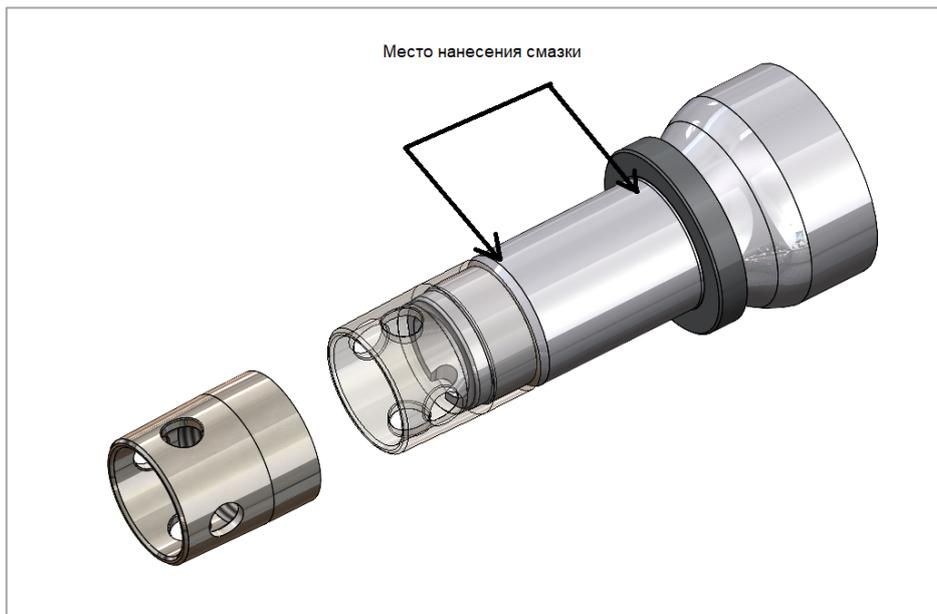

Рис. 8.1. Место нанесения смазки
2) Нанесите тонкий слой антифреттинговой смазки 85% на цапфу, остаток 15% используйте ближе к упорному кольцу (рис. 8.1).